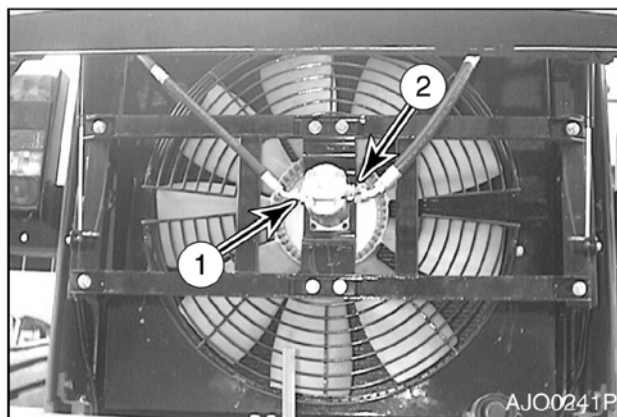

Рис. 102
1. Подключите манометр к входному отверстию двигателя вентилятора (1, рис. 102).
2. Отрегулировать винт на картридже предохранительного клапана (2, рис. 102). Давление должно быть 95 кг/см^2 .